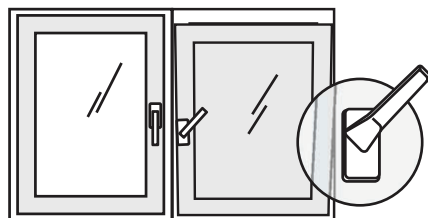

рис. 3
5) для перевода створки в положение «Проветривание» ручку поворачивают из положения «Откинута» в положение «Проветривание» на 45 градусов (см. Рис. 3). При этом створка окна (после небольшого поворота относительно нижней горизонтальной оси) фиксируется, будучи неплотно прижатой к раме окна вверх. Зазор между рамой окна и створкой (в верхней части) в данном режиме может составлять от 5 до 10 мм и регулируется небольшим поворотом ручки (щелевой режим)